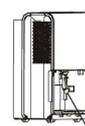

Fig.7
- Dacă furtunul cade când îndepărtați găleata (vezi Fig. 7), trebuie să îl reinstalați corect în unitate înainte de a reșeza găleata (vezi Fig. 8).